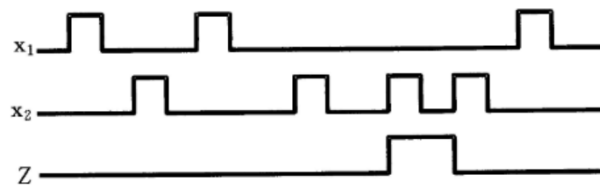

图 6.8 时间图
- 运行程序后，依次按S3、S2、S2按键（ $x_1 - x_2 - x_2$ ），观察最右边LED灯（输出 Z ）的变化是不是与图6.8的波形相同？